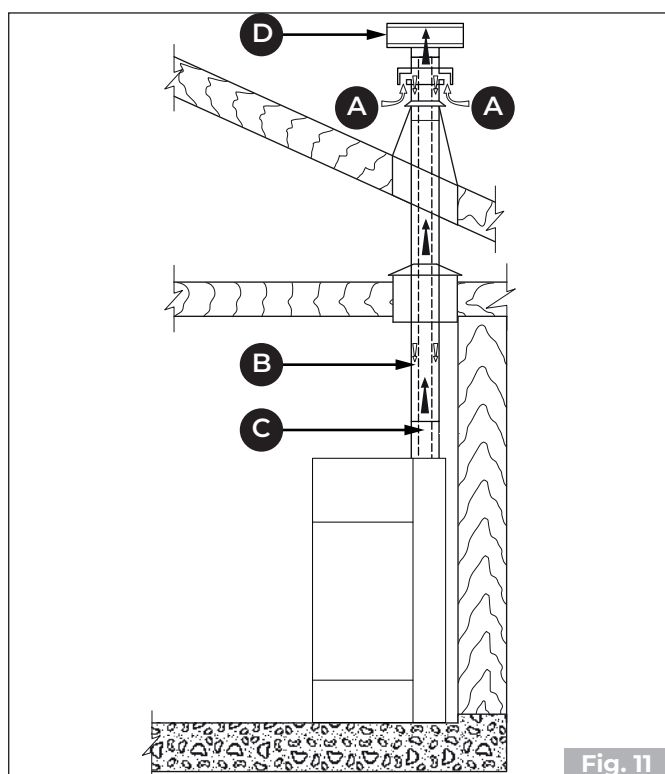

Fig. 11
- provenire direttamente dall'esterno con collegamento diretto alla camera di combustione **"Fig. 11"** e **"Fig. 12"**
- canalizzare l'aria comburente sfruttando un tubo di scarico coassiale per l'espulsione dei fumi e il prelievo dell'aria **"Fig. 11"** - **"Fig. 13"** **A, B** = Ingresso aria, **C, D** = Uscita fumi); pertanto non è necessario fare una classica presa d'aria nel locale.